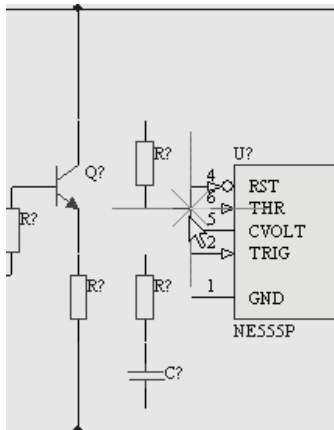

图 3-15 导线起点与元件引脚电气点正确连接示意图
(2) 光标移动到元件的引脚端（电气点）时，光标中心的“×”号变为一个红“米”字形符号，表示导线的端点与元件引脚的电气点可以正确连接，如图 3-15 所示。